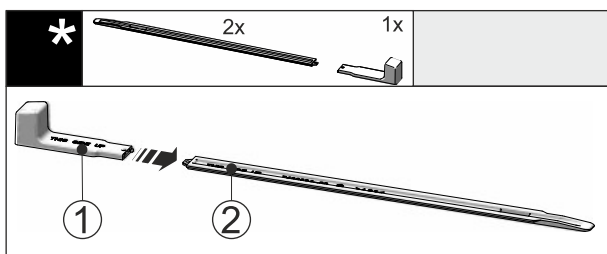

Fig. 43
- Sätt in monteringshandtaget Fig. 43 (1) i nivåskenan Fig. 43 (2).